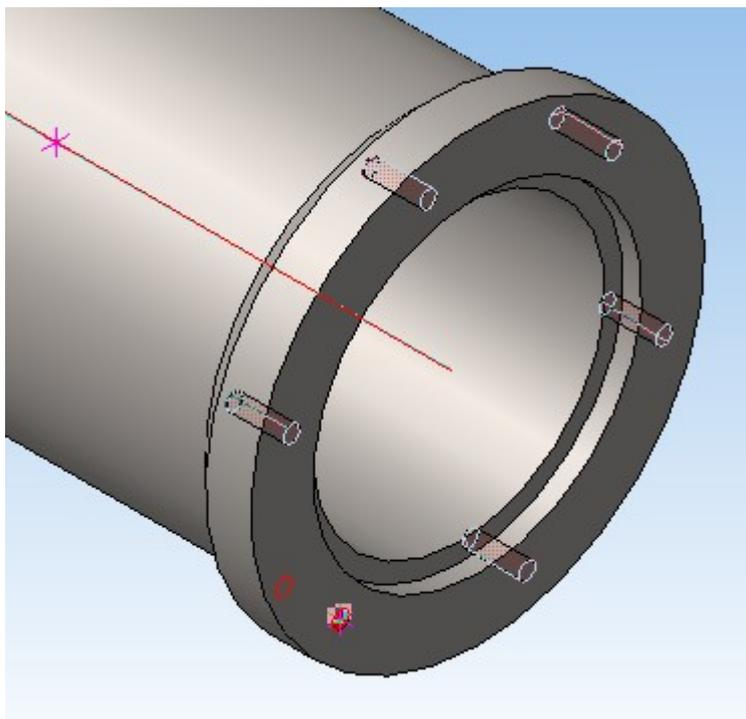

Рис. 18. Фантом отверстий в *Цилиндре*
17. Щёлкните по кнопке *Массив по концентрической сетке*, расположенной на панели *Редактирование детали* (предварительно развернув деталь так, чтобы вам с ней было удобно работать), выделите отверстие в детали и ось в *Дереве построений* (она была построена для создания предыдущих отверстий, но подойдёт и для этого случая), выберите количество отверстий равное 6. Отобразится фантом создаваемых отверстий (рис. 18), щёлкните по кнопке  (*Создать объект*).